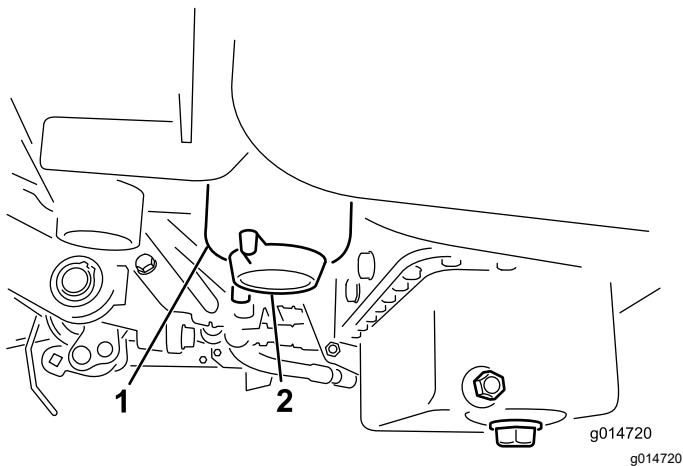

Figure 35
2. Nettoyez la surface autour des supports de la cartouche du filtre (Figure 35).
4. Ouvrez le robinet du filtre (Figure 35).